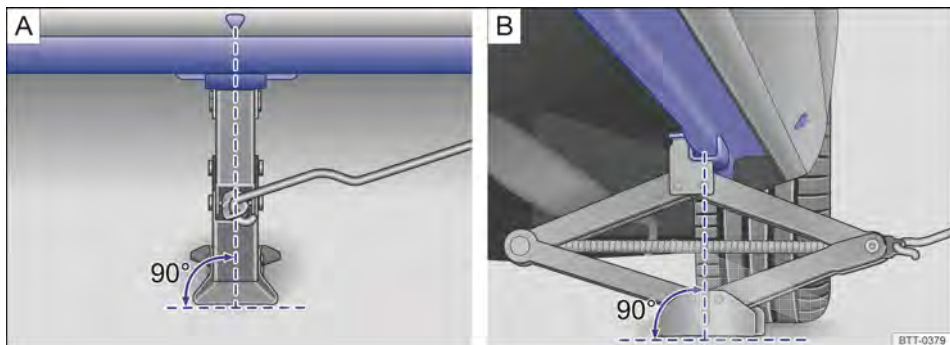

Fig. 320 Colocar o macaco sanfona no lado esquerdo traseiro do veículo.
O macaco somente pode ser posicionado nos reforços no assoalho, que se encontram atrás das marcações na carroceria → Fig. 320. Deve ser considerado o ponto de apoio localizado junto à roda correspondente → ▲.
6. Procurar sob o veículo o ponto de apoio do macaco mais → Fig. 320 próximo da roda a ser trocada.
8. Garantir que a base do macaco, com toda sua superfície, esteja sobre o chão e que a base se encontre perpendicularmente abaixo do ponto de colocação → Fig. 320.
9. Alinhar o macaco e, simultaneamente, levantar a garra do macaco até ela se encaixar na travessa debaixo do veículo → Fig. 320.
- Posicionar o macaco somente nos pontos indicados. A garra do macaco deve se encaixar no perfil da longarina de forma segura → Fig. 320.